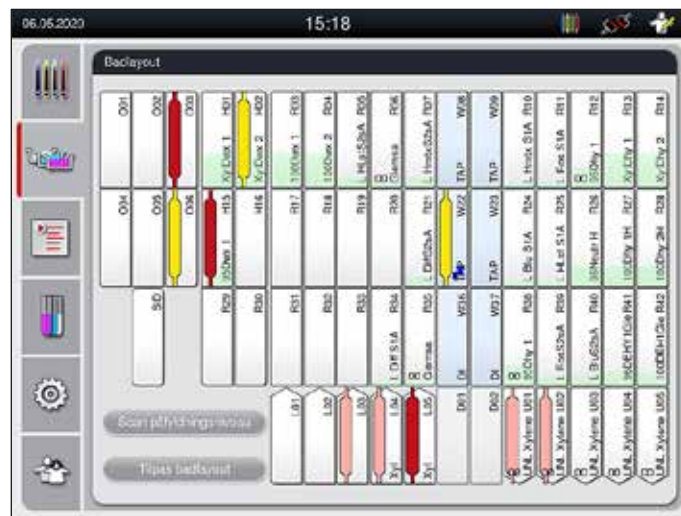

Fig. 87
8. Den registrerede håndtagsfarve og den tilknyttede programforkortelse vises i badlayoutet ved den pågældende station (→ "Fig. 87").
- Badlayout med stationsoplysninger (→ "Fig. 87").
- På processtatusdisplayet kan brugeren ikke se tilgængelighed og valgt nummer for forskellige udføringsstationer. Det anbefales at bruge menuen Badlayout til procesovervågning (→ "Fig. 87"), hvis der anvendes forskellige reagenser i udføringsstationen, så der kan reageres i god tid, når udføringskapaciteten er nået.